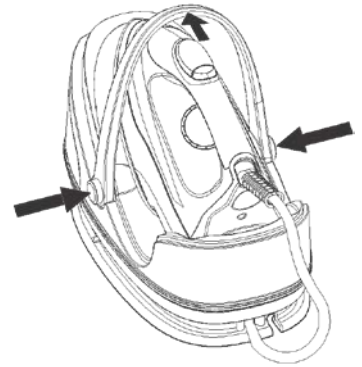

Fig.1
3. Rimuovere la pellicola protettiva o eventuali adesivi e carte dalla piastra (Fig.1).